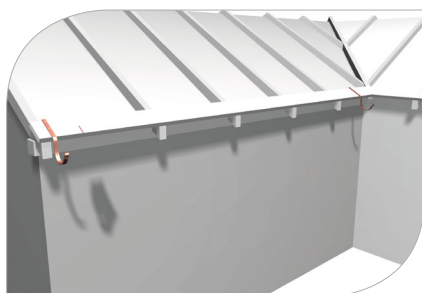

рис. 7
- 3.2 Определите позицию и смонтируйте по 1 кронштейну с каждой стороны воронки – эти кронштейны расположены дальше и выше всего относительно воронки (**рис. 7**)